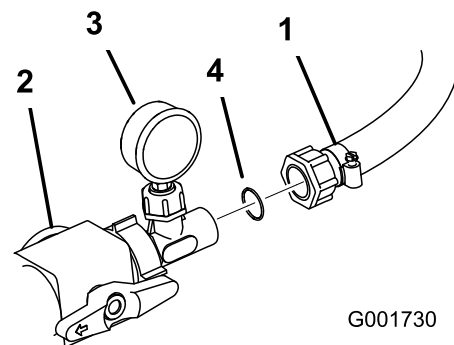

Figura 15
15. Instale una junta tórica de plástico entre el conjunto del manómetro y la manguera que va al conjunto del carrete. Conecte la manguera al conjunto (Figura 15). Apriete la tuerca de plástico en la manguera para sujetarla al conjunto del manómetro.